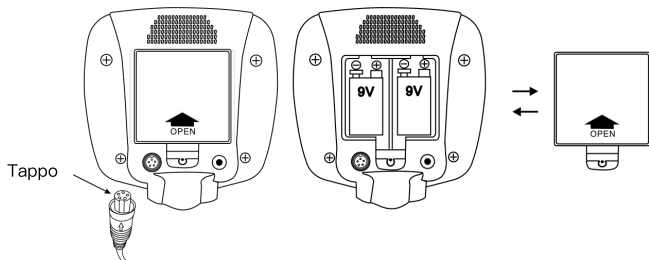

Fig.5
7. Avvolgere il cavo della bobina di ricerca intorno allo stelo di alluminio, in modo elastico e moderato, e non farlo oscillare. inserire la trama del cavo nella parte inferiore destra della scatola di controllo, puntare alla fessura, inserire la spina nell'estremità e stringere la vite. (Vedere Fig.5) Nota: non tirare il cavo, ma la spina.
Aprire il coperchio della scatola della batteria e installare la batteria seguendo la polarità indicata nella scatola della batteria. (Vedere Fig. 5)